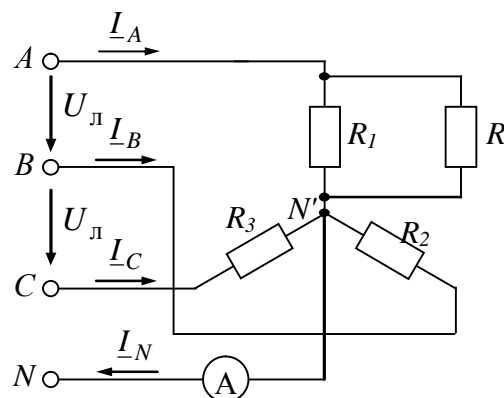

Рис. 4.13
**4.6.** Для трифазного електричного кола (рис. 4.13) визначити фазні напруги, лінійні струми і показ амперметра  $A$ . Лінійна симетрична напруга живильної мережі 380 В, опори резисторів споживача електроенергії:  $R_1 = R_2 = R_3 = R = 20$  Ом.